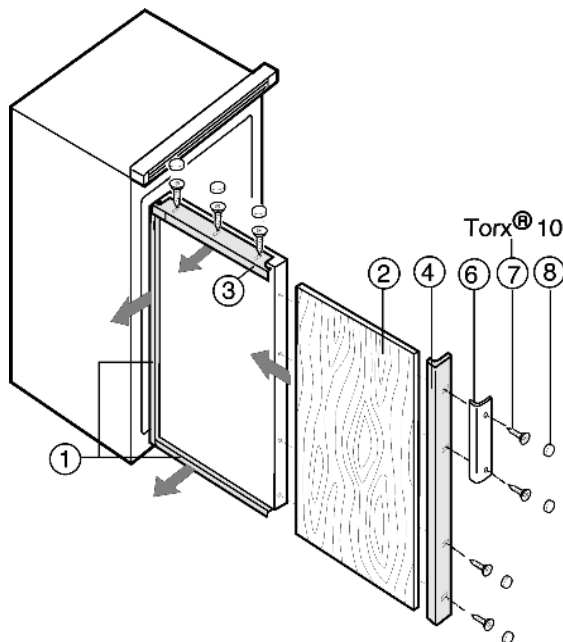

Fig. 11
- Decorlijst Fig. 11 (4) aan de kant van de greep afschroeven.
- Aan alle andere decorlijsten Fig. 11 (1, 3) de schroeven alleen losdraaien en de decorlijsten naar voren schuiven.
- Decorplaat Fig. 11 (2) inschuiven.
- Decorlijsten Fig. 11 (1, 3) terugschuiven en vastschroeven.
- Decorlijst Fig. 11 (4) met greep Fig. 11 (6) en schroeven Fig. 11 (7) vastdraaien.
- Op alle schroefkoppen de afdekkapjes Fig. 11 (8) vastklikken.